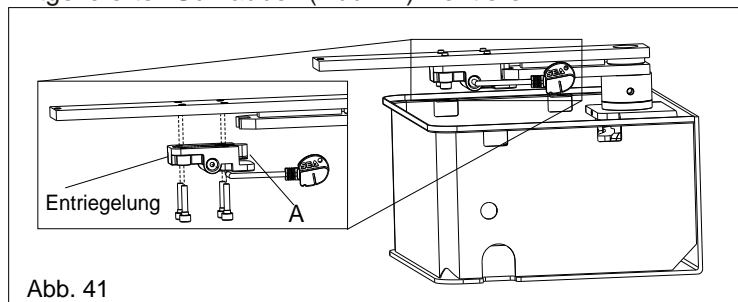

Abb. 41
**13.1.** Den Aufhängungsstift (A) gut schmieren und das Entriegelungssystem unter den Flügelsatz mit Hilfe der 4 mitgelieferten Schrauben (Abb. 41) montieren.